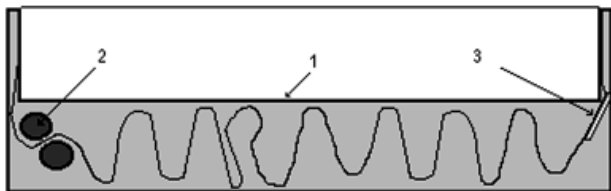

рис. 1
Картридж матричного принтера EPSON FX-800 и вышеуказанных моделей формата А3 или А4 (**рис. 1**) состоит из корпуса (1), узла подмотки (2) и прижимной пластины (3). Узел подмотки представляет собой две пластмассовые шестерни, которые затягивают ленту внутрь корпуса. Лента, складываясь в «гармошку», затем равномерно выходит из картриджа. В принципе, сложного ничего нет. Но есть две тонкости. Во-первых, концы ленты должны соединяться, т.к. она двигается по кольцу. И во-вторых, краска, нанесенная на ленту на две поверхности, должна расходоваться полностью. Поэтому ленту соединяют в так называемое «кольцо Мёбиуса», обладающее свойством единой поверхности.